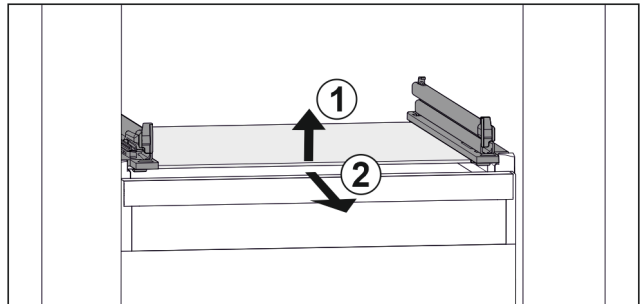

Fig. 77 Príklad zobrazenia sklenenej dosky
- ▶ Nadvihnite sklenenú dosku vpredu. Fig. 77 (1)
- ▶ Odoberte sklenenú dosku dopredu. Fig. 77 (2)